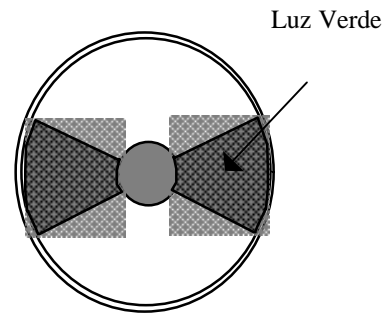

Figura 3: vista superior de la pantalla fosforescente, con campo magnético cero.
- ② Los componentes del tubo, que están dentro de un cilindro de vidrio en el cual existe vacío, son los siguientes:
- En la parte central se encuentra el cátodo (K).
- Internamente el cátodo tiene una resistencia que se denomina filamento; su función es calentar el cátodo (K).
- ③ El cátodo (K) al ser calentado por el filamento, emite electrones que son acelerados por la diferencia de potencial existente entre el cátodo y el ánodo (A), y se desplazan radialmente hacia el exterior en un haz en forma de abanico, como muestra la figura 3. Su máxima velocidad la alcanzan cuando emergen por detrás de la placa circular central; el resto de su trayectoria hacia el ánodo la hacen a una velocidad casi constante. El ánodo (A) está cubierto con una substancia fluorescente que emite luz cuando los electrones chocan contra él.